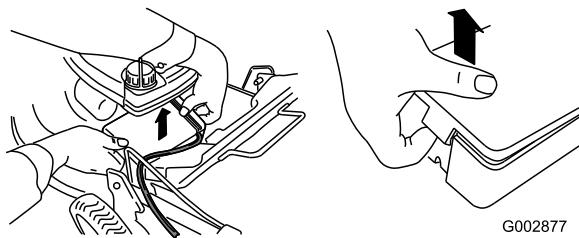

Bild 40
- Lösen Sie die beiden Clips an der Batteriefachabdeckung und nehmen Sie sie ab (Bild 40).